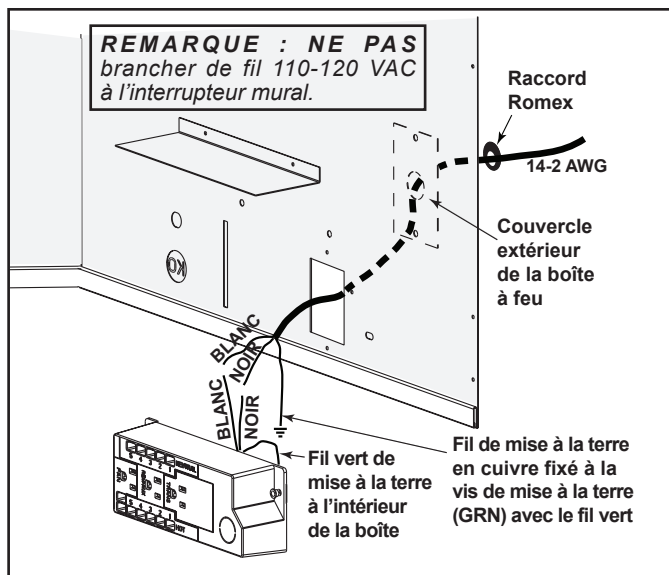

Figure 8.4 Détails de la boîte de jonction (Vue du modèle générique)
- Introduisez les fils électriques depuis l'extérieur de l'appareil par cette ouverture, jusqu'au compartiment de vanne, et fixez avec un connecteur Romex. Voir la figure 8.4.